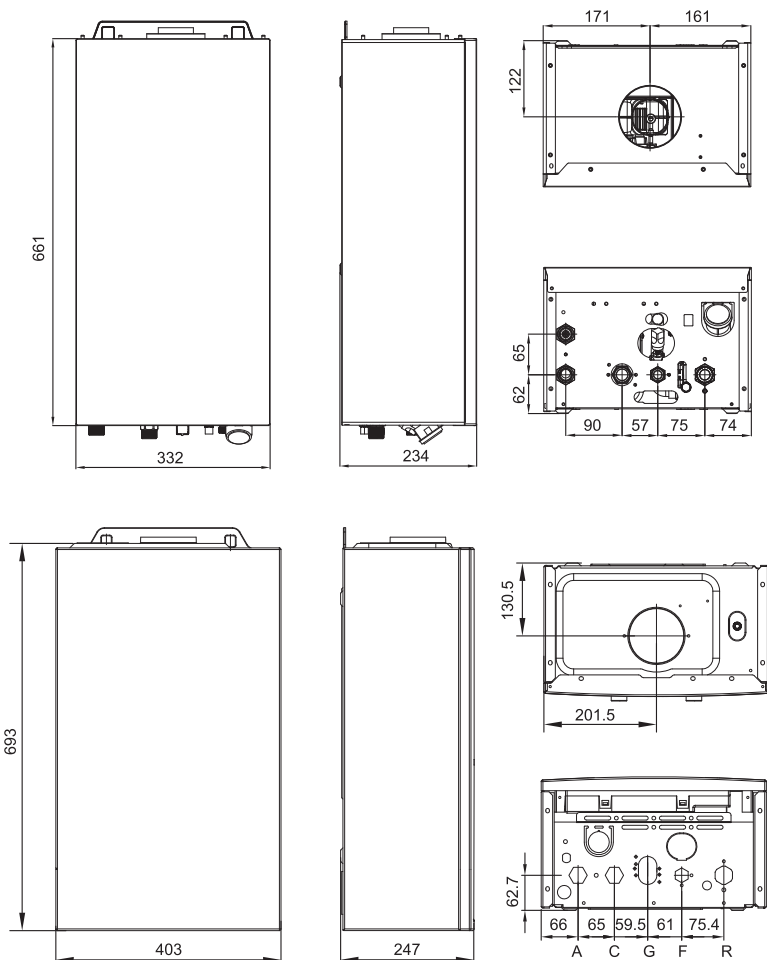

Рис. 1
3.4 Габариты и присоединительные размеры котла (Рис. 1, Табл.2)